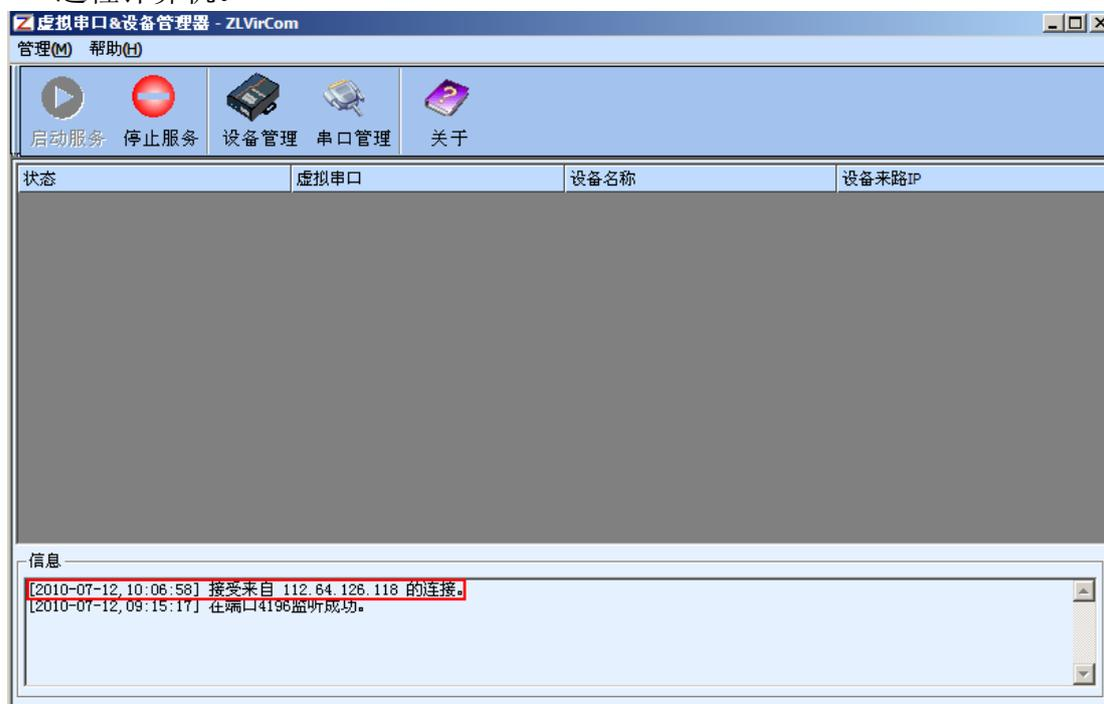

图 29 ZLVircom 软件界面
2. 在远程计算机上运行卓岚虚拟串口软件 ZLVircom，如果已经运行则在任务栏右下角可以找到图标，双击该图标即可。在几秒钟内，应该出现“接受来自...的连接”的提示信息如图 29 所示。这表明现场串口服务器已经连接到远程计算机。
3. 创建虚拟串口：点击图 29 “串口管理”，添加一个未被使用的串口号，例
- 查看设备列表：点击图 29 “设备管理”，如果已经出现“接受来自...的连接”的提示可以看到一行或者多行记录，每条记录表示一台串口服务器。从设备名称“工厂 2”用户可以知道这是哪一台串口服务器。